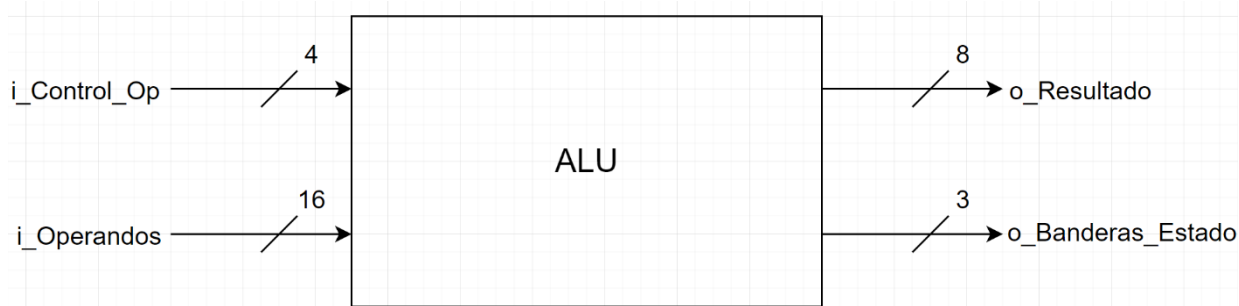

Figura 7 Bloque ALU
**ALU.** En la Figura 7 se muestra el bloque ALU. En las tablas 9 y 10 se muestra la descripción de las entradas y salidas.